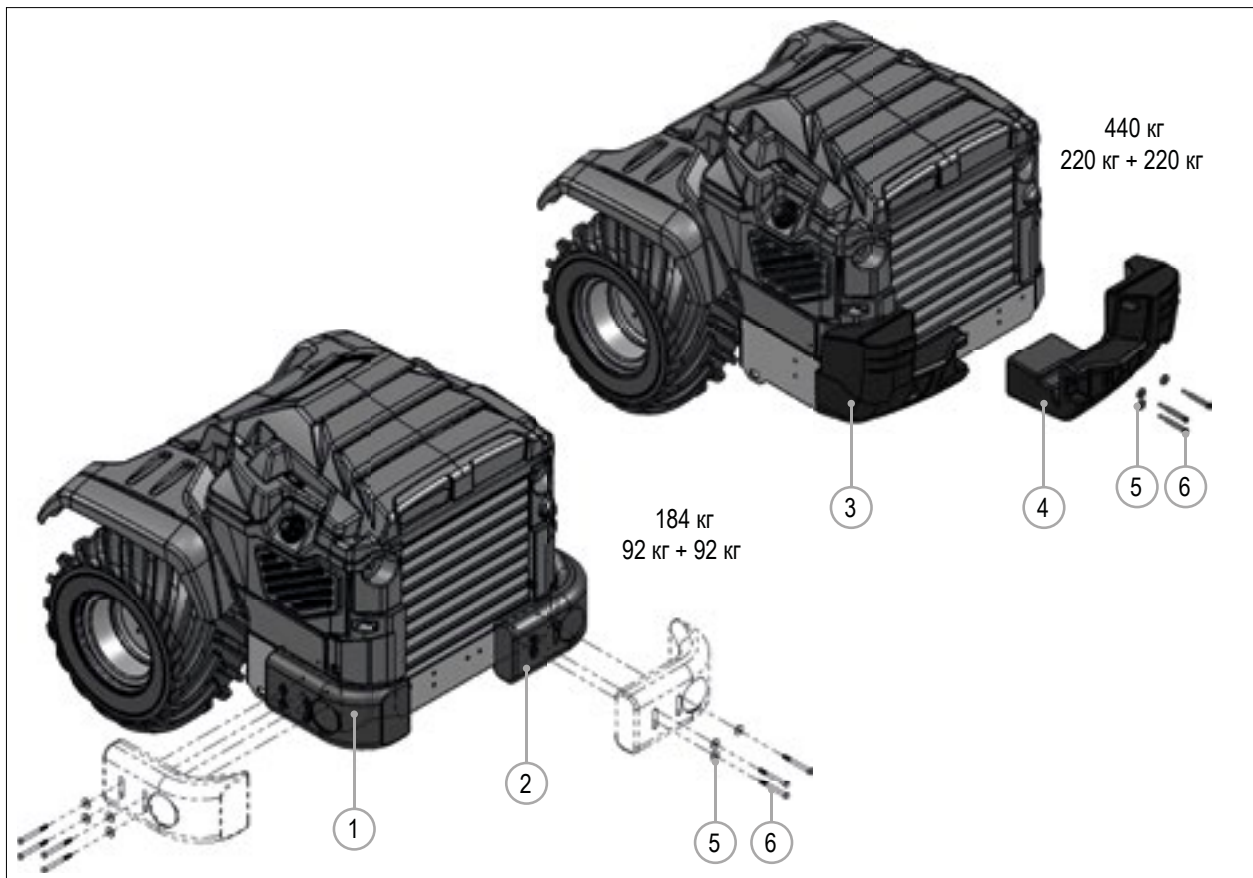

РИС. 65
- набор противовесов 184 кг может устанавливаться на заднюю (РИС. 65 - Сс. 1) или боковую (РИС. 65 - Сс. 2) часть бампера машины.
- набор противовесов 440 кг устанавливается на заднюю часть (РИС. 65 - Сс. 3 - 4) бампера машины.
- 3) Прикрепите противовес к бамперу с помощью болтов и шайб (РИС. 65 – Сс. 5 и Сс. 6).